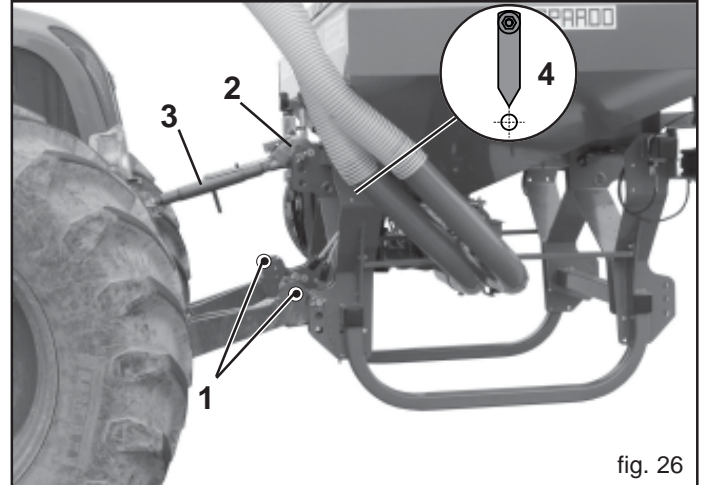

fig. 26
- 1) Die Hubvorrichtungstangen in die vorhandenen Bolzen einhängen (1, Abb. 26) und mit den Sicherheitssplints blockieren.
- 2) Den oberen dritten Punkt (2, Abb. 26) ankuppeln. Der Stift muß durch seinen Splint blockiert werden; mit der Einstellzugstange (3, Abb. 26) die Sämaschine senkrecht zum Boden ausrichten (4).